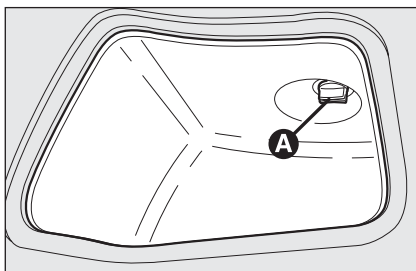

fig. 38
- rimuovere il coperchio di protezione agendo sul dispositivo **A-fig. 38**;